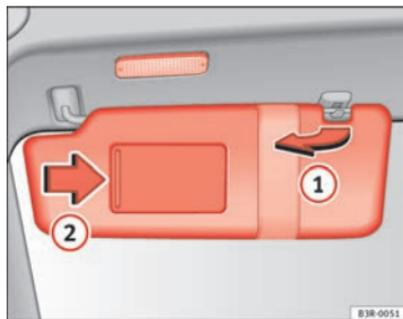

Fig. 98 Pare-soleil
Vous pouvez dégager les pare-soleil (1) du conducteur et du passager avant de leur fixation au centre du véhicule et les rabattre contre les portes ⇒ fig. 98.